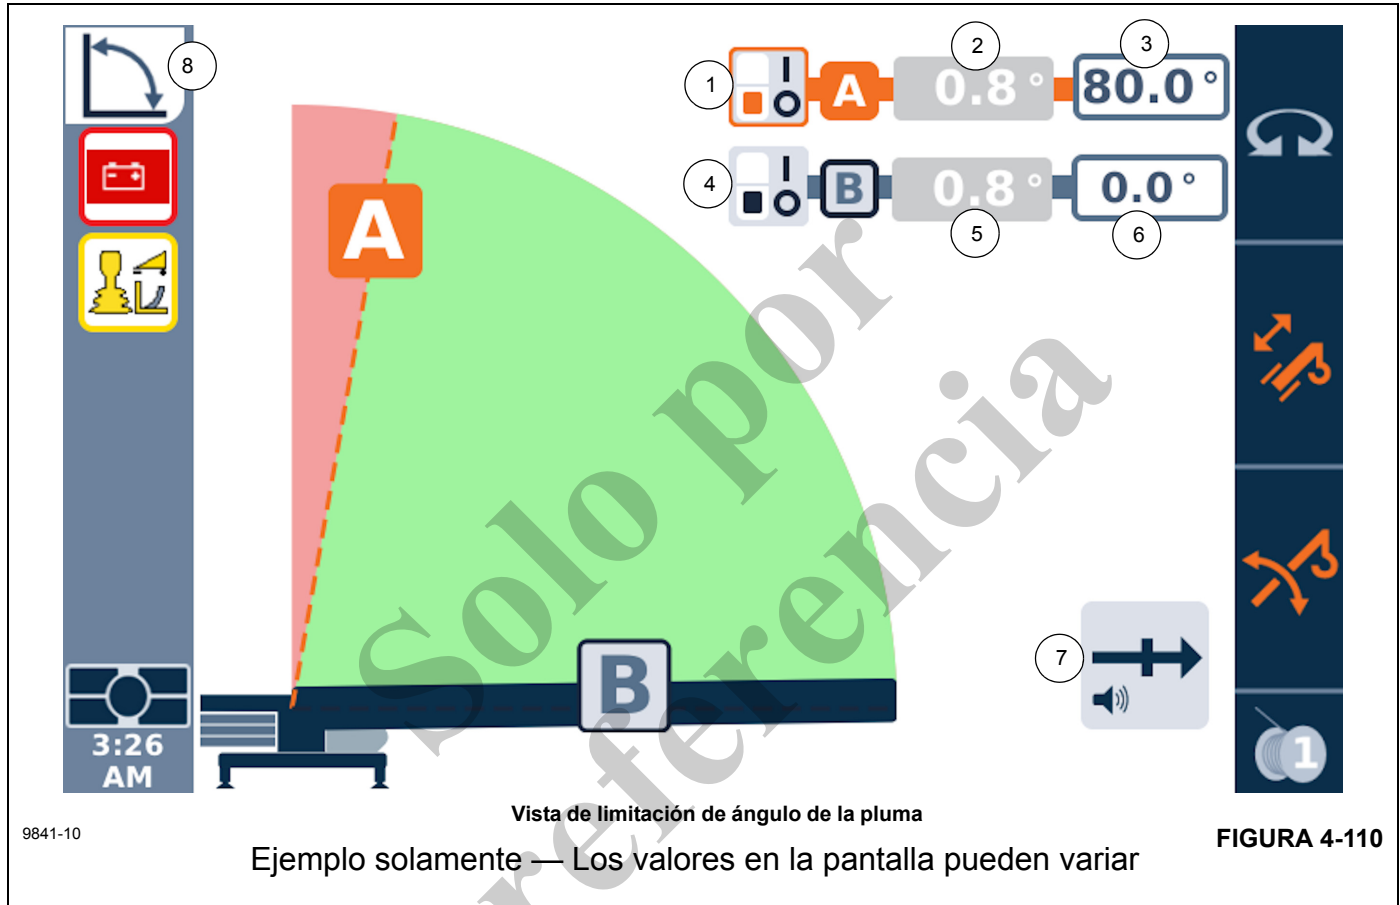

FIGURA 4-110
Si se selecciona el menú de limitación de ángulo de la pluma en el menú principal de limitaciones del WRL (3, Figura 4-108), se mostrará la pantalla de limitación del ángulo de la pluma (Figura 4-110).
El uso de las teclas de función, flecha izquierda y flecha derecha, del panel de control de navegación (4, Figura 4-62) o del cuadrante selector (5, Figura 4-63) cambia el objeto resaltado en la pantalla. A medida que las teclas de flecha se oprimen, otros iconos serán resaltados, donde el color naranja por lo general significa que el icono está seleccionado y que puede modificarse con acciones posteriores. En Figura 4-110, verá que el icono resaltado en naranja del sim-
3. Seleccione la pantalla de menú de limitación de ángulo de la pluma (3, Figura 4-108). **NOTA:** El icono de la pantalla de limitación de elevación de la pluma (8, Figura 4-110) se muestra en el lado superior izquierdo de la pantalla del ODM.
4. Mueva la pluma a la posición deseada. Esta posición indicará el valor actual del ángulo de la pluma en la posición A (2).
5. Habilite la limitación con el cuadrante selector (5, Figura 4-63) o las teclas de flecha (4, Figura 4-62) para moverse y seleccionar el símbolo del interruptor de habilitación/inhabilitación Encendido/ Apagado (1, Figura 4-110). **NOTA:** El interruptor
(1, Figura 4-110) es un interruptor de palanca. Haga clic en OK (Aceptar) (5, Figura 4-62) o en el cuadrante selector (5, Figura 4-63) para habilitar el interruptor.
6. Use el cuadrante selector (5, Figura 4-63) o las teclas de flecha (4, Figura 4-62) y muévase al valor de limitación (2, Figura 4-110). Haga clic en OK (Aceptar) para establecer el valor actual de la posición del límite A (2, Figura 4-110).
3. Seleccione el menú de limitación del ángulo de la pluma (3, Figura 4-108). **NOTA:** El icono de limitación del ángulo de la pluma (8, Figura 4-110) se muestra en el lado superior izquierdo de la pantalla del ODM.
4. Mueva la pluma a la posición deseada. Esta posición indicará el valor actual de la posición B (5) de ángulo de la pluma.
5. Habilite el ángulo de limitación de bajada de la pluma usando el cuadrante selector (5, Figura 4-63), o las teclas de flecha (4, Figura 4-62) para moverse y seleccionar el símbolo de interruptor de habilitación/inhabilitación ENCENDIDO/APAGADO (4, Figura 4-110). **NOTA:** El interruptor (4, Figura 4-110) es un interruptor de palanca. Haga clic en OK (Aceptar) (5, Figura 4-62) o en el cuadrante selector (5, Figura 4-63) para habilitar el interruptor.
6. Use el cuadrante selector (5, Figura 4-63) o las teclas de flecha (4, Figura 4-62) y muévase al valor de limitación (5, Figura 4-110). Haga clic en OK (Aceptar) para establecer el valor actual de la posición B (5, Figura 4-110) de limitación de ángulo de bajada de la pluma.
3. Seleccione la pantalla de menú de limitación de ángulo de la pluma (3, Figura 4-108). **NOTA:** El icono de limitación del ángulo de la pluma (8, Figura 4-110) se muestra en el lado superior izquierdo de la pantalla del ODM.
4. Habilite la limitación usando el cuadrante selector (5, Figura 4-63) o las teclas de flecha (4, Figura 4-62) y muévase al interruptor de habilitación/inhabilitación (1, Figura 4-110). **NOTA:** El interruptor (1, Figura 4-110) es el interruptor de habilitación/inhabilitación y es de tipo palanca. Haga clic en OK (5, Figura 4-62) o en el cuadrante selector (5, Figura 4-63) para establecer el interruptor.
5. Use el cuadrante selector (5, Figura 4-63), o la tecla de flecha derecha (4, Figura 4-62) para moverse y seleccionar el ángulo máximo de la pluma (3, Figura 4-110), limitación A. Habilite el valor haciendo clic en OK (5, Figura 4-62). Introduzca un valor usando el cuadrante selector (5, Figura 4-63) o las teclas de flecha superior e inferior (4, Figura 4-62) para cambiar el valor (en décimas) al valor de ángulo de la pluma deseado (3, Figura 4-110).
4. Habilite la limitación usando el cuadrante selector (5, Figura 4-63) o las teclas de flecha (4, Figura 4-62) y muévase al interruptor de habilitación/inhabilitación (4, Figura 4-110). **NOTA:** El interruptor (4, Figura 4-110) es el interruptor de habilitación/inhabilitación y es de tipo palanca. Haga clic en OK (5, Figura 4-62) o en el cuadrante selector (5, Figura 4-63) para establecer el interruptor.
5. Use el cuadrante selector (5, Figura 4-63), o la tecla de flecha derecha (4, Figura 4-62) para moverse y seleccionar el símbolo de ángulo de pluma mínimo (6, Figura 4-110), limitación B. Habilite la entrada de valor haciendo clic en OK (5, Figura 4-62). Introduzca un valor usando el cuadrante selector (5, Figura 4-63) o las teclas de flecha superior e inferior (4, Figura 4-62) para cambiar el valor (en décimas) al valor de ángulo de la pluma deseado (6, Figura 4-110).
ruptor de habilitación/inhabilitación (1, 4, Figura 4-110). Habilitado es "1" e inhabilitado es "0".